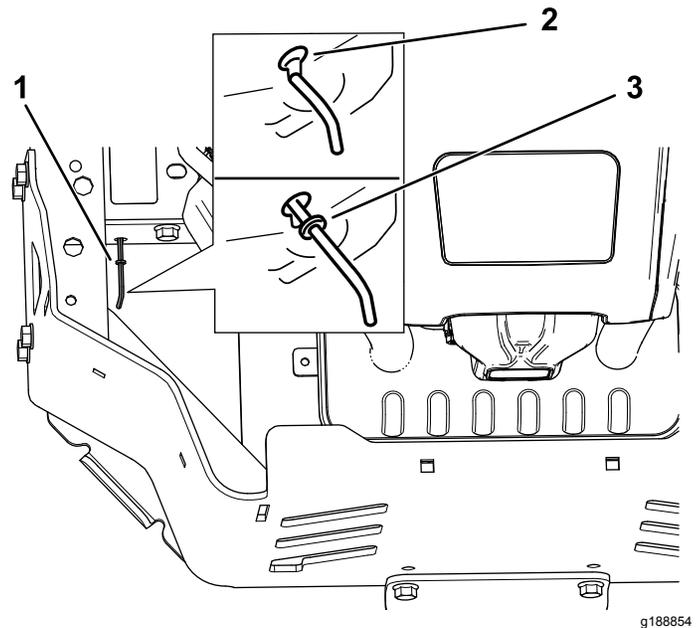

Bild 39
4. Schieben Sie die Bypasshebel nach vorne durch das Schlüsselloch und nach unten, um sie zu arretieren (Bild 39).
Schieben Sie die Bypasshebel nach hinten durch das Schlüsselloch und nach unten, um sie zu arretieren, wie in Bild 39 abgebildet.